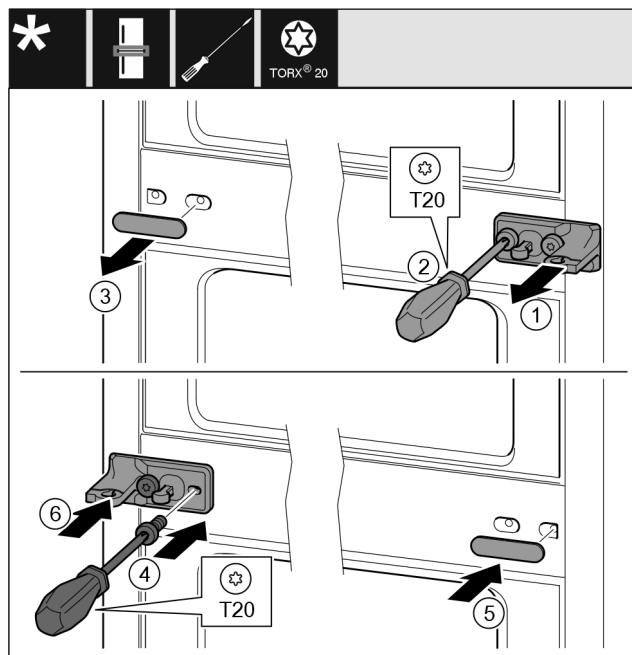

Fig. 38
- ▶ Снимите шайбу Fig. 38 (1).
- ▶ Выкрутите винты Fig. 38 (2) отверткой.
- ▶ Осторожно снимите крышку Fig. 38 (3).
- ▶ Плотно прикрутите опорный кронштейн с подкладкой Fig. 38 (4) с другой стороны, повернув его на 180°.
- ▶ Установите крышку Fig. 38 (5) с другой стороны, повернув ее на 180°.
- ▶ Спереди установите шайбу Fig. 38 (6).